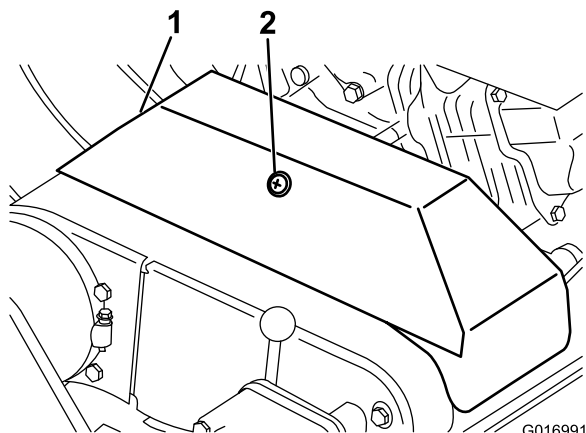

図 32
3. V ベルトカバーを固定しているリテーナをゆるめて、カバーを開ける (図 32)。